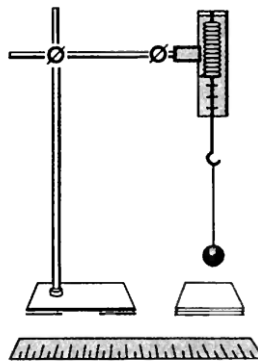

рис. 7.2
1. Собрать установку, показанную на рис. 7.2. динамометр прикрепить к лапке штатива, привяжите груз к нити, а другой конец нити привяжите к крючку динамометра.